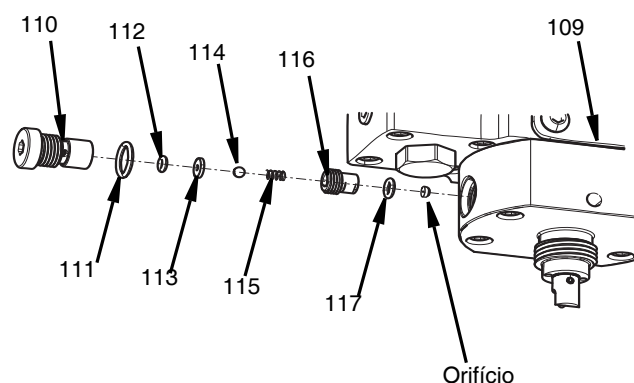

FIG. 30
2. Remova o corpo da válvula de verificação (110) usando uma chave sextavada de 5 mm.
3. Remova o orifício e o o-ring (117) do fundo da válvula de verificação e do orifício do bocal (109).
4. Desenrosque o retentor da válvula de verificação (107) do corpo da válvula de verificação (110) usando uma chave de 6 mm (1/4 pol.) e uma chave sextavada de 5 mm.
5. Remova a esfera de retenção (114), a mola comp (115), a sede da válvula (113), e a gaxeta do o-ring (112) do corpo da válvula de verificação (110). Consulte a FIG. 30.